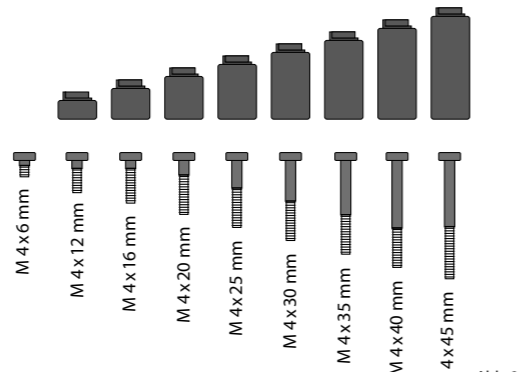

Abb. 2
- Das Grundmaß des Zylinders beträgt 30/10 mm. Im Auslieferungszustand ist der Außenknopf bereits vormontiert. Dem Zylinder beigefügt ist ein Adaptersatz, der es Ihnen ermöglicht den Zylinder auf Türdicken bis 67,5 mm (gemessen Mitte Stulpschraube) anzupassen. Passend zu den Adapterlängen liegen Ihrem Set die entsprechenden Schrauben bei (Abb. 2).